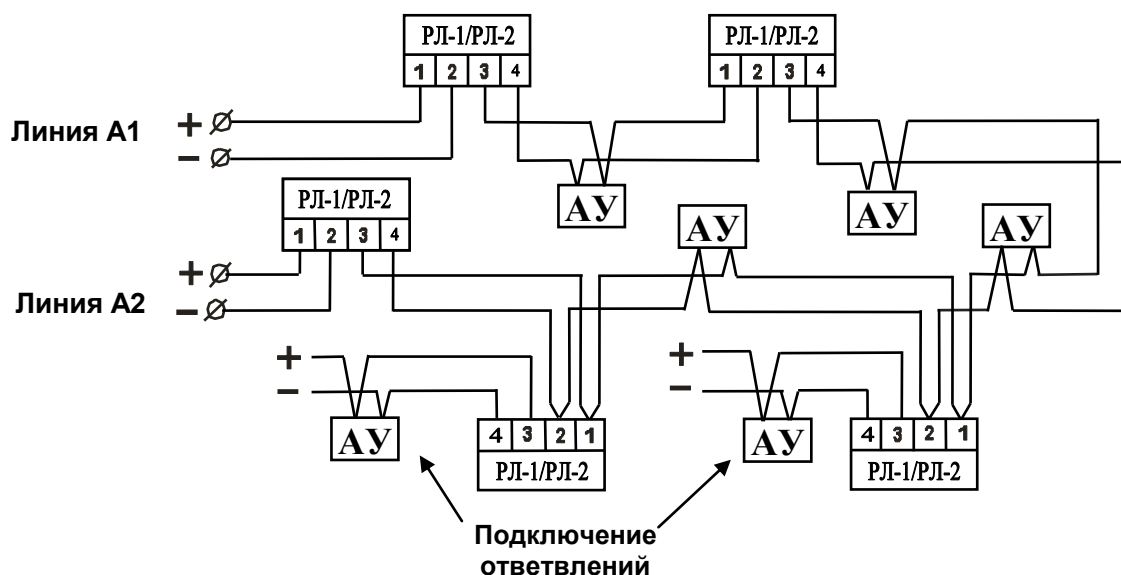

Рис.9. Защита информационной линии от короткого замыкания с помощью размыкателей линии.
6.2.3. Для подключения ответвлений, а также для локализации коротких замыканий в кольцевой информационной линии желательно использовать размыкатели линии РЛ-2 (рис.9). Размыкатели отключают короткозамкнутые участки линии и автоматически восстанавливают ее целостность при исчезновении короткого замыкания.